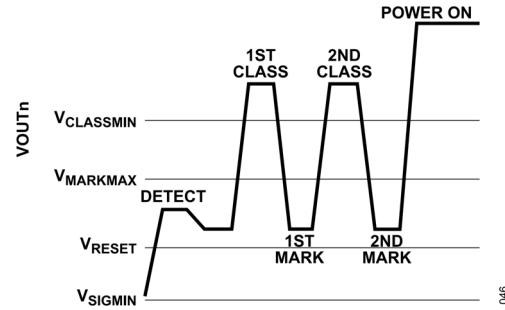

図 41. タイプ2 PSE (2イベント・クラス・シーケンス)
25.5W を要求するタイプ2PD は、すべてのクラス・イベント時にクラス・シグネチャ4を示します。供給可能電力が 25.5W のタイプ2PSE は、図 41 に示すように、最初のクラス・イベント時にクラス・シグネチャ4を認識すると、PD に V_{MARK} (代表値 9V) を供給し、少し間を置いてから 2番目のクラス・イベントを発行します。2番目のクラス・イベントは、PSE が 25.5W を割り当てたことを PD に知らせます。